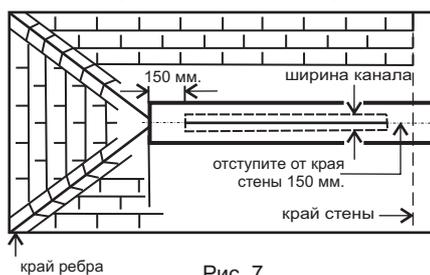
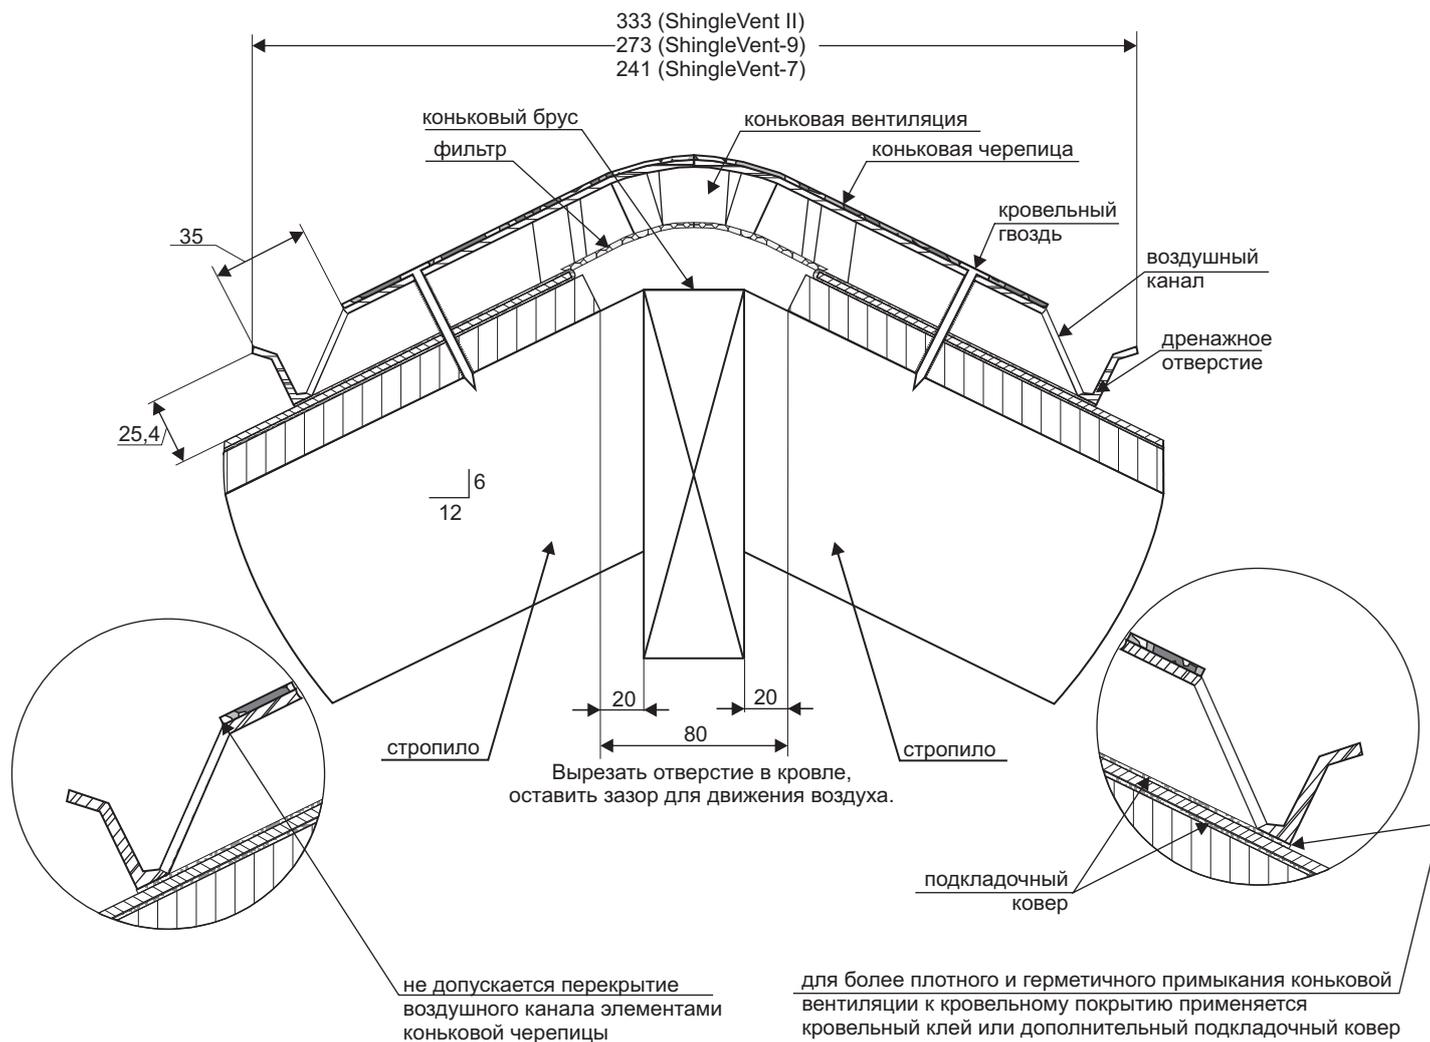

Рис. 7
Рис. 10 Крыша из стропильных ферм с коньковым брусом
7. Подготовьте кровлю к монтажу ShingleVent II: удалите существующие элементы кровельного покрытия (коньковую черепицу) с конька/ребра крыши Рис.1; произведите разметку вентиляционного канала (для этого, в качестве шаблона, используйте специальные продольные метки на ShingleVent II); посредством разметочного шнура и карандаша (мела) очертите контур вентиляционного канала (так, как это показано на Рис.7, 8, 9); установите глубину надпила дисковой пилы, так, чтобы избежать повреждения стропил и ферм крыши (следуйте рисункам приведенным ниже); аккуратно, по разметочной линии, не повреждая структуру кровельного пирога и не изменяя несущей способности крыши, выпилите отверстие (произведя вертикальный срез, если это возможно) в сплошном основании крыши Рис.2; удалите лишние фрагменты сплошного основания, очистите вентиляционный канал от мусора (опилок и других инородных предметов); используя подкладочный ковер (на основе стеклоткани) или битумную мастику (кровельный клей), добейтесь ровной однородной поверхности по линии примыкания нижней кромки ShingleVent II к кровельному покрытию.
*Помните, что коньковая вентиляция ShingleVent II должна плотно и герметично примыкать к кровельному покрытию. Особое внимание следует обратить на кровельные покрытия с неоднородным рельефом, гонты которых имеют многослойную структуру Рис. 10.\**
Оставляйте всегда открытыми дренажные отверстия, находящиеся в нижней части ShingleVent II (Рис. 10).
1. Удалите коньковую черепицу (см. п.7 настоящей инструкции). Используя разметочный шнур и карандаш (мел), произведите разметку вентиляционного канала (см. Рис.7, 8, 9).
2. Выпилите отверстие в сплошном основании крыши. Избегайте повреждения стропил и ферм крыши (см. Рис. 7, 8, 9, 10). Освободите отверстие от мусора (см. п.7 настоящей инструкции).
6. Прибейте гвоздями коньковую черепицу по специальным разметочным линиям, Рис.10. Гвозди должны быть достаточно длинными, чтобы полностью проникать в основание крыши (см. п.10 настоящей инструкции).
Произведите разметку, для этого отступите от края стены (крыши) или места стыка коньков и ребер (для вальмовой крыши) 150 мм., см. Рис.7. Выпилите проем в сплошном основании крыши. Ширина пропила (канала) должна быть шире толщины коньковой балки не менее чем на 40 мм. (по 20 мм. с каждой стороны), см. Рис.10.